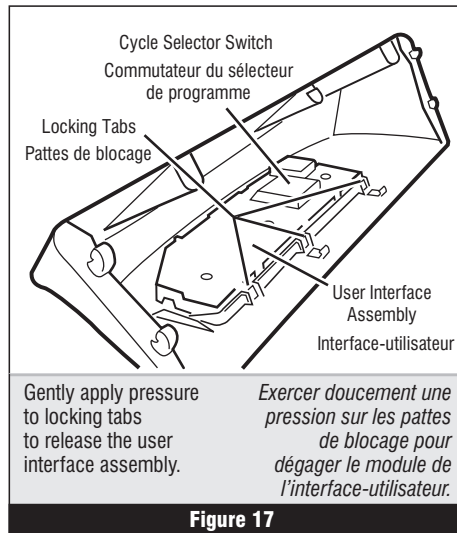

Figure 17
6. Remove the cycle selector switch from the user interface assembly opening by lifting the locking tab on the cycle selector switch and turning the selector switch in a counterclockwise direction. See figure 17, page 14.
7. Locking tabs located at the bottom of the console insert panel secure the user interface assembly to the console insert panel. Using a flat-blade screwdriver, gently apply pressure to the locking tabs to release the user interface assembly. See figure 17.
6. Retirer le commutateur du sélecteur de programme à travers l'ouverture pour le séparer de l'interface-utilisateur : pousser vers le haut sur les pattes de blocage du commutateur de sélection de programme et faire tourner le commutateur dans le sens antihoraire. Voir figure 17, page 14.
7. Les pattes de blocage situées en bas du panneau de la console assujettissent l'interface-utilisateur sur le panneau de la console. Exercer doucement un effet de levier avec un tournevis à lame plate sur les pattes de blocage pour dégager le module de l'interface-utilisateur. Voir figure 17.